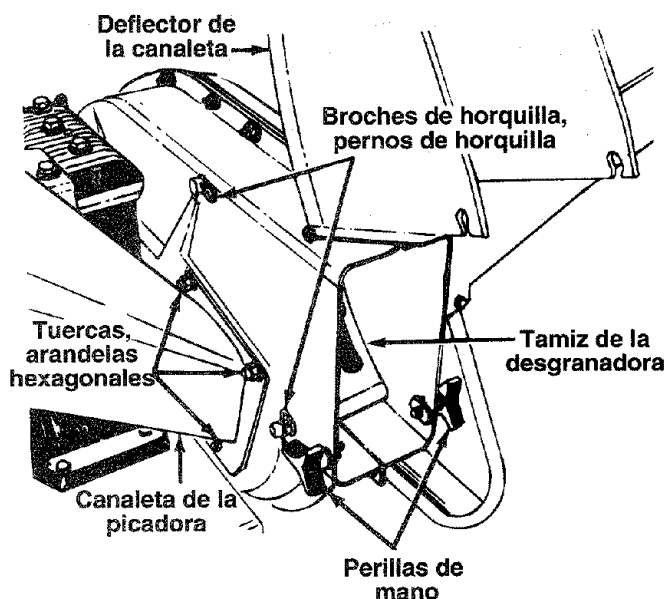

FIGURA 18.
- Saque dos broches de horquilla de los pernos de horquilla los cuales se extienden a través de la cubierta. Quite los pernos de horquilla. Levante el tamiz de la desgranadora desde el interior de la cubierta. Vea la figura 18.
**NOTA:** Asegúrese de rearmar el tamiz de la desgranadora con el lado curvo hacia abajo como se muestra en la figura 18.
- Quite la canaleta de la picadora sacando tres tuercas y arandelas hexagonales. Se requiere una llave de 1/2". Vea la figura 18.